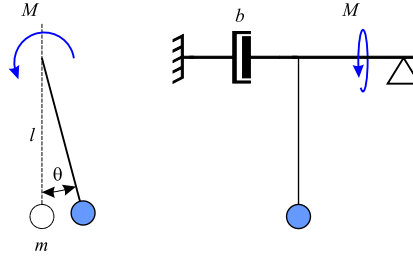

Figura 2-9
**Problema 22** Aplicant les lleis de Newton pel moviment circular, trobeu l'equació diferencial que descriu el moviment del pèndol de la Figura 2-9 (angle  $\theta$ ) quan se li aplica un parell  $M$ .